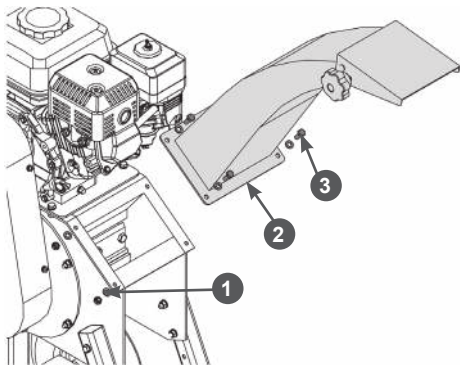

Рис. 9 Установка жёлоба выброса
- Установите жёлоб выброса на фланец корпуса измельчителя и закрепите его с помощью болтов, шайб и гаек (Рис. 9).